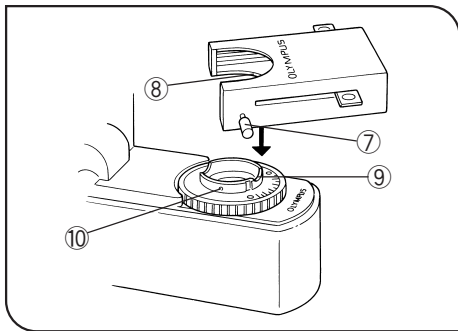
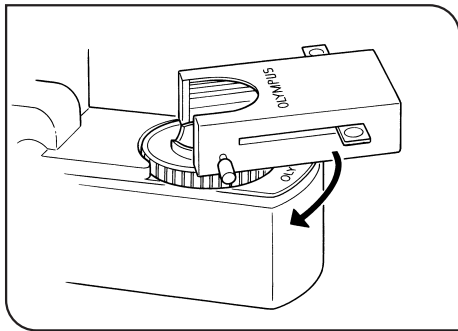

図 8
図 9
- 1) フィルタカセットの固定つまみ⑦を充分ゆるめます。(図8)
- 2) フィルタカセット下面の突起⑧をフィルタ受け位置決め溝⑨に合わせて、フィルタカセットを上からはめ込みます。
- 3) フィルタカセットがベース部と平行になるようにフィルタカセットを回転させます。(図9)
- 4) 固定つまみ⑦をフィルタ受け位置決め穴⑩に合わせて軽く締付け、フィルタカセットを固定します。